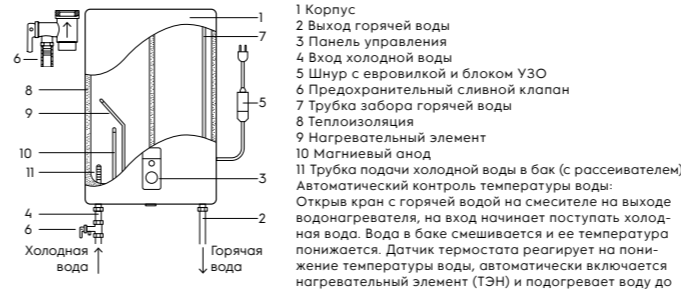

Рис. 1
- Предохранительный обратный клапан следует устанавливать в месте входа холодной воды (см. рис. 1). При первом использовании водонагревателя (или при первом использовании после технического обслуживания или чистки) не следует включать питание водонагревателя до полного заполнения воды. Во время заполнения бака водонагревателя следует открыть кран горячей воды для спуска воздуха. Как только бак наполнится водой и из крана потечет вода, кран можно закрыть.